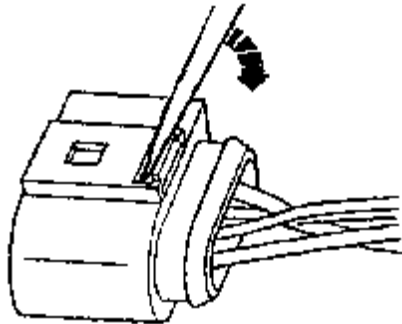

图 4-159 松开 4 芯插头
（3）如图 4-159 所示，松开 4 芯插头（箭头）并拆下。
(6) 松开 4 芯插头（图 4-159 箭头所示）并拆下。